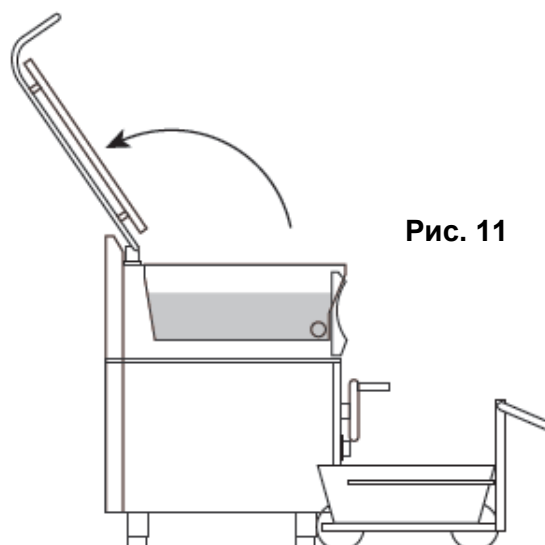

Рис. 11
- До конца поднять крышку готовочной камеры (рис. 11);